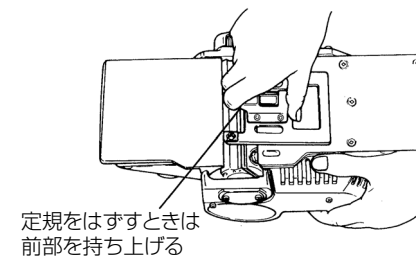

図 17
- (8) 刃高調整定規の後部を支点にして、前部を持ち上げ、定規を後部ベースからはずします。(図 17)